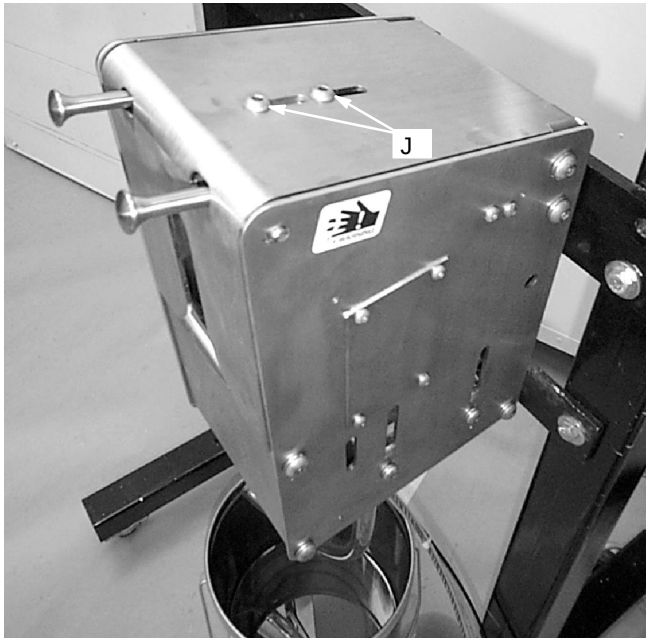

Fig. 13
2. Afloje los tornillos (J) de la parte superior de la puerta, y después cierre completamente la puerta. Vea la Fig. 13.